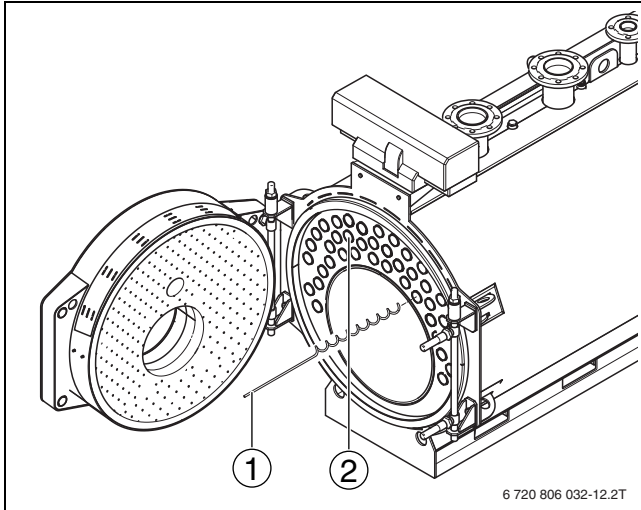

Рис. 32 Корректировка предварительного напряжения турбуляторов
- ▶ Задвиньте турбуляторы (→ рис. 32, [1]) в трубы дополнительных поверхностей нагрева (→ рис. 32, [2]).